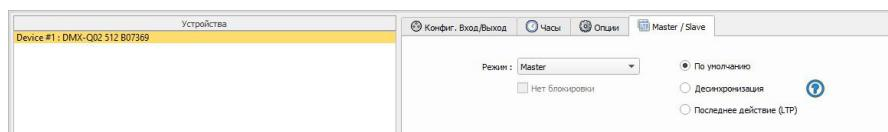

Рис. 4. Установка режима.
- Когда несколько контроллеров подключены через USB интерфейс, автономный режим позволяет произвести настройки контроллеров как ведущий/ведомый (Рис. 4). Эта конфигурация позволяет объединить множество контроллеров [до 32 контроллеров] в единую автономную систему.